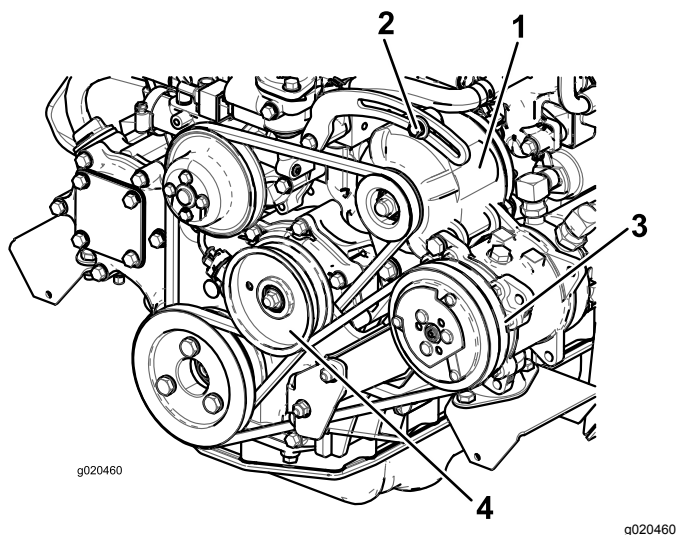

Figura 101
Se a deslocação obtida não for igual a 10 mm, deve desapertar os parafusos de montagem do alternador (Figura 101).
Verifique o estado e a tensão da correia (Figura 101) após cada 100 horas de funcionamento.
2. Se o desvio obtido não for igual 10 mm, deverá libertar o parafuso de montagem da polia intermédia (Figura 101). Aumente ou diminua a tensão da correia do compressor e aperte o parafuso. Verifique uma vez mais a deslocação da correia para se certificar de que a tensão está correta.